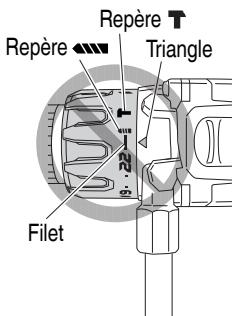

Fig. 19
- Ne pas utiliser avec le sélecteur de débrayage sur le nombre "22" et le trait au milieu du repère de percage. Cela pourrait provoquer des dommages. (Voir Fig. 19)